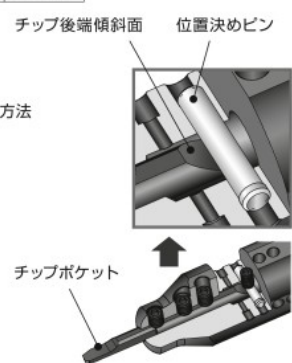

Fig. 7 チップ固定状態
- (1) チップポケット部を止めねじ方向に向けて挿入し、チップ後端傾斜面を位置決めピンに押し当てて、チップが回転しないことを確認してください (Fig. 7 参照)。
- (2) レンチ (LW-2) にて止めねじを締めて、チップを固定してください。